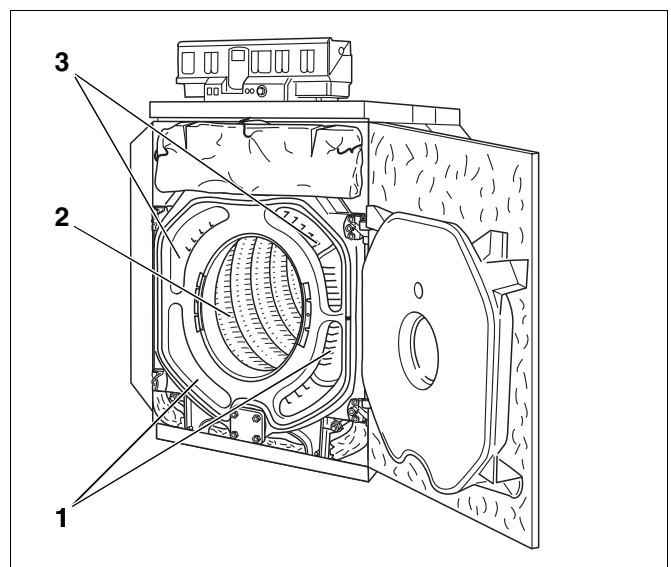

Abb. 74 Heizgaszüge reinigen
- Die Heizgaszüge sind mit den Reinigungsbürsten 1 und 2 von vorne nach hinten zu reinigen (Abb. 74, **Pos. 1** und **3**).
- Der restliche Brennraum (Abb. 74, **Pos. 2**) ist mit der Reinigungsbürste 2 reinigen.